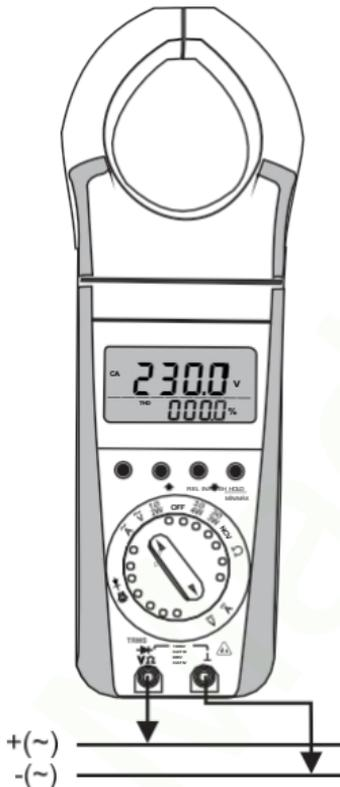

Fig 8.1 Medición de tensión en sistemas eléctricos de hasta 1000 V
- ☛ Conecte los cables de prueba como se indica en la fig. 8.1. La toma "⊥" debe conectarse a la toma de tierra de menor potencial disponible.